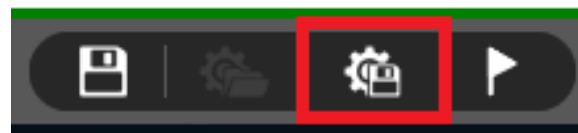

Abb. 7.164: *Setup-Datei speichern* button
- Erstellte Kanäle und jegliche Änderungen können durch Klicken auf den *Setup-Datei speichern* Button als Setup-Datei exportiert werden (siehe Abb. 7.164 oder ⑮ in Abb. 3.5):